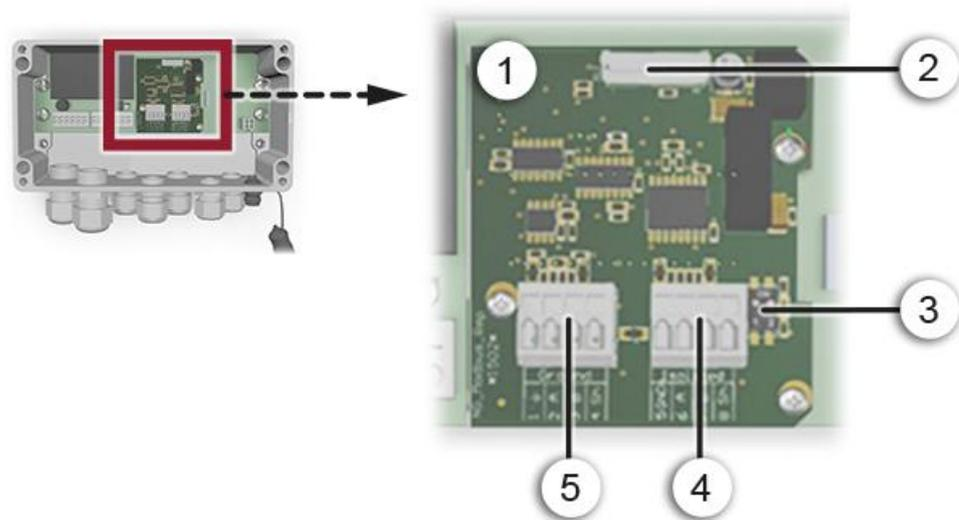

Figure 14: vue du module Modbus RTU dans le SIPORT 2
- Si le photomètre se trouve en fin de boucle, le commutateur DIL S2/1 sur le module de connexion doit être en position active ON (Figure 14 **Fehler! Verweisquelle konnte nicht gefunden werden.**, pos. 3).